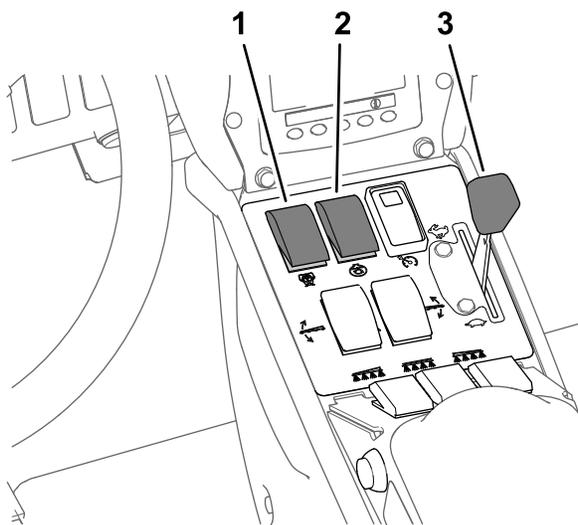

Figura 42
8. Ponga el interruptor de agitación y el interruptor de la bomba de fumigación en la posición de ACTIVADO (Figura 42).
9. Mueva el acelerador a la posición de RÁPIDO (Figura 42).
**Nota:** Este procedimiento supone que la bomba de fumigación está activada; consulte Figura 42, en Fumigación en el Modo de caudal de aplicación (página 38).
4. Ajuste el acelerador a la velocidad de motor deseada para la fumigación; consulte Figura 42, en Fumigación en el Modo de caudal de aplicación (página 38).